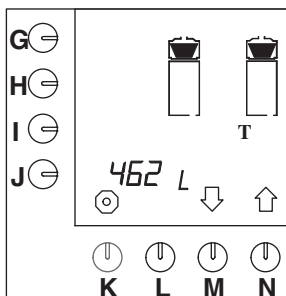

Fig. 19 Totaalteller koffiezetstelsysteem
- De totaal-teller verschijnt in het display. Het totaal aantal liters koffie, die gedurende de levensduur van het apparaat zijn gezet, zijn af te lezen in het display (fig. 19).